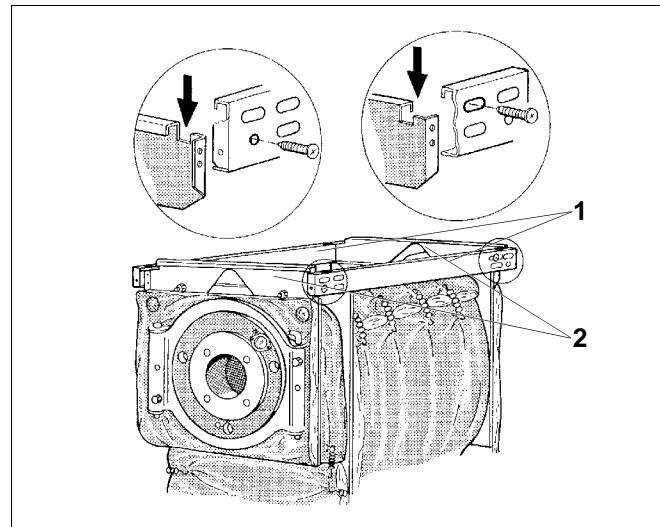

Рис. 8 Установка боковых траверс
- Установите боковые траверсы (рис. 8, поз. 1) крюками в вырезы передней и задней траверс (рис. 8, поз. 2) и закрепите их 2 саморезами, завернув спереди в круглое, а сзади в продольное отверстия (рис. 8).